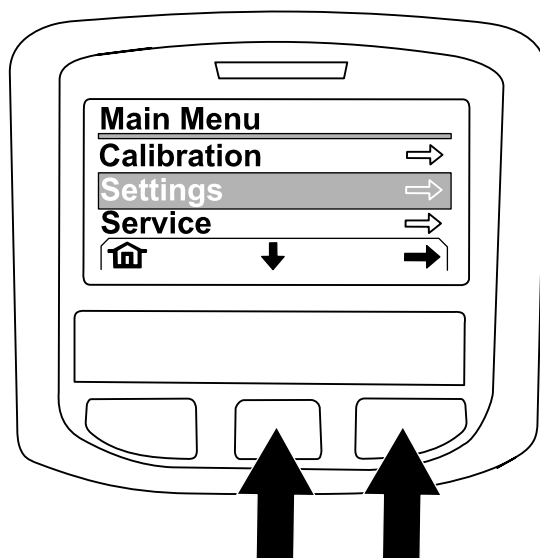

図 226
4. メインメニューMAIN MENU画面で、中央ボタンを押して設定SETTING画面へ移動し、右ボタンで選択する 図 226。